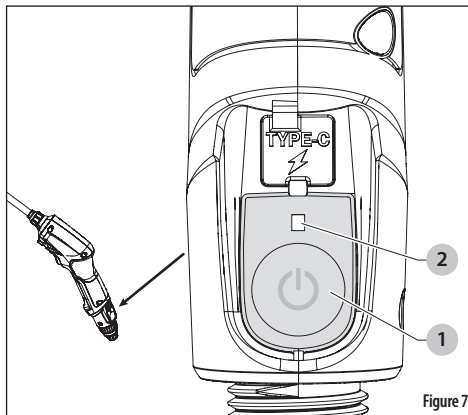

Figure 7
1. Appuyez sur le bouton d'alimentation (1) pour activer le pulvérisateur (position ON). Le témoin lumineux (2), situé au-dessus du bouton d'alimentation, est allumé et indique le niveau de la batterie. Voir *Figure 7*
3. Appuyez sur le bouton d'alimentation pour désactiver le pulvérisateur électrique avec lance. Voir Figure 7